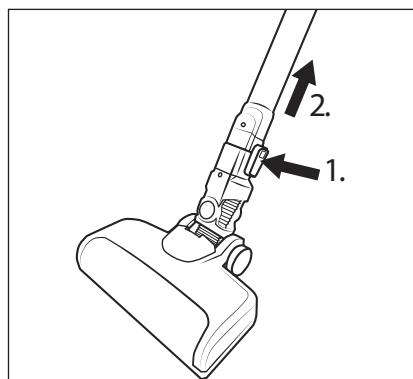

Fig. 12
- ◆ Pour retirer la brosse de sol **②** du tube d'aspiration **④**, maintenez la touche de déverrouillage de la brosse de sol **③** enfoncée et retirez le tube d'aspiration **④** de la brosse de sol **②** (voir fig. 12).